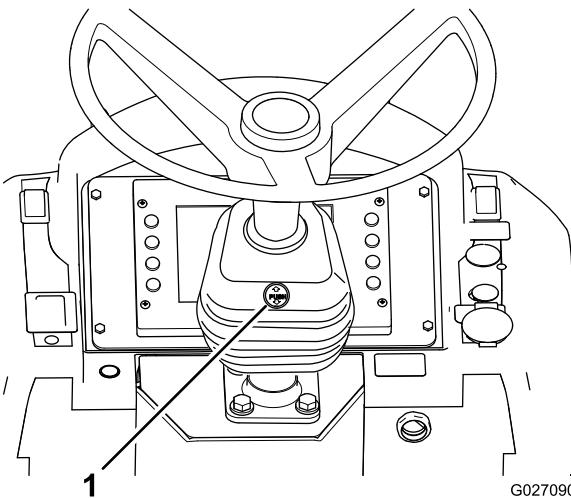

Figura 11
- Pulse el mecanismo de enganche (situado debajo de la palabra PUSH (moldeada en el fuelle de la columna de dirección) hasta que la columna se desbloquee (Figura 11).
| 5. Suelte el mecanismo de enganche y compruebe que la columna de dirección queda bloqueada (Figura 11). | |